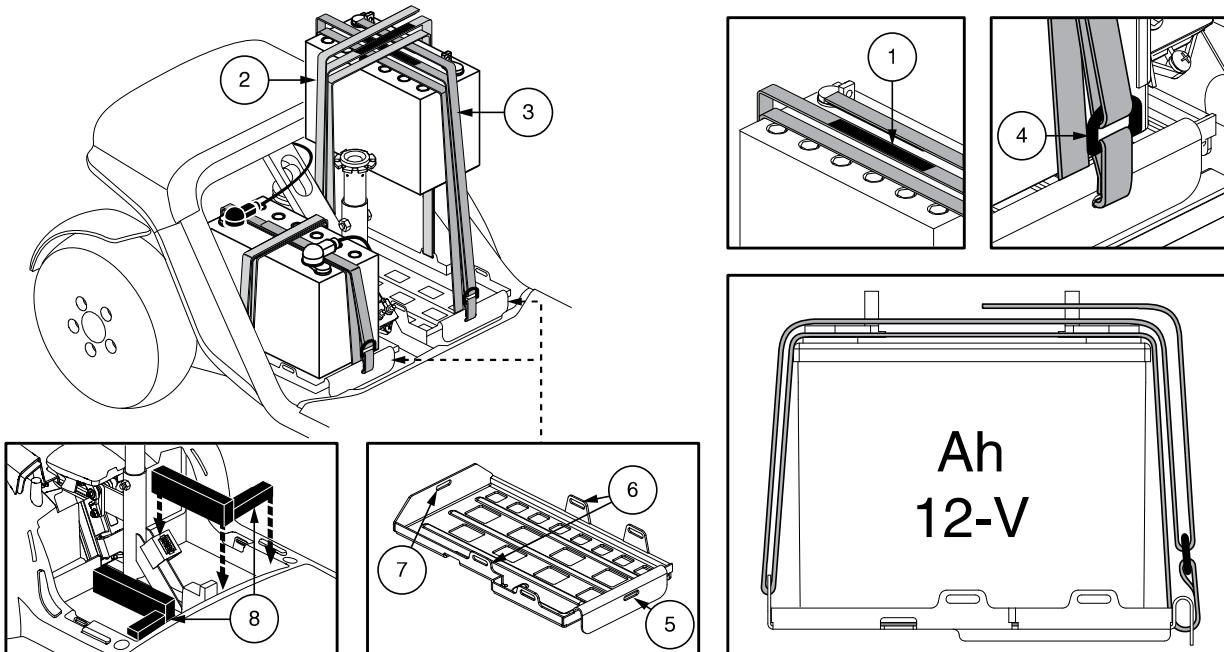

Figura 18. Fissaggio della batteria per i modelli 614 e 714
**NOTA:** Alcuni modelli dispongono di spessori per il fissaggio delle batterie. Potrebbe essere necessario rimuoverli per sicurezza fino alla completa sostituzione delle batterie. Vedere figura 18.